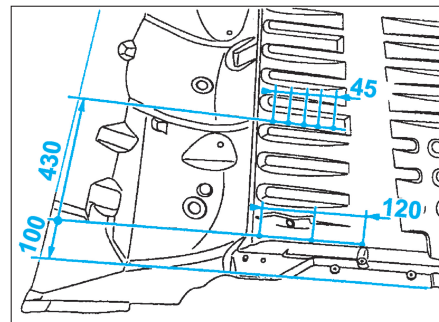
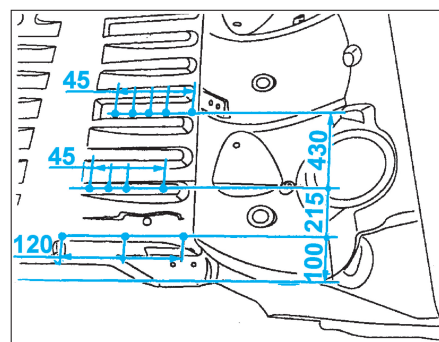
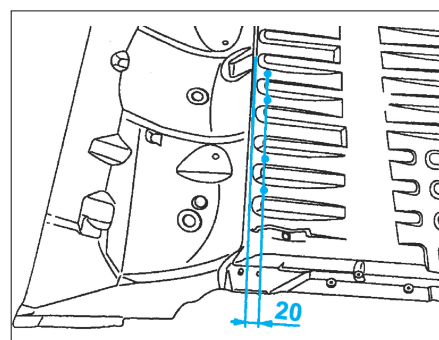
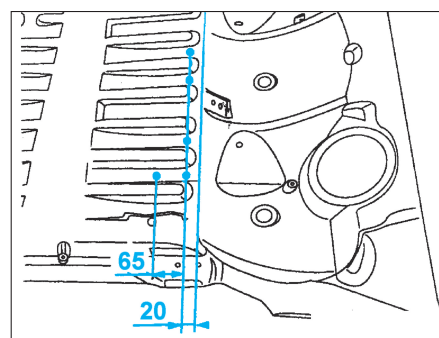

FIG. 150
FIG. 151
FIG. 152
FIG. 153
- Tracer puis percer à Ø 6,5 mm pour soudage ultérieur par points bouchons (Fig.150), (Fig.151), (Fig.152) et (Fig.153).